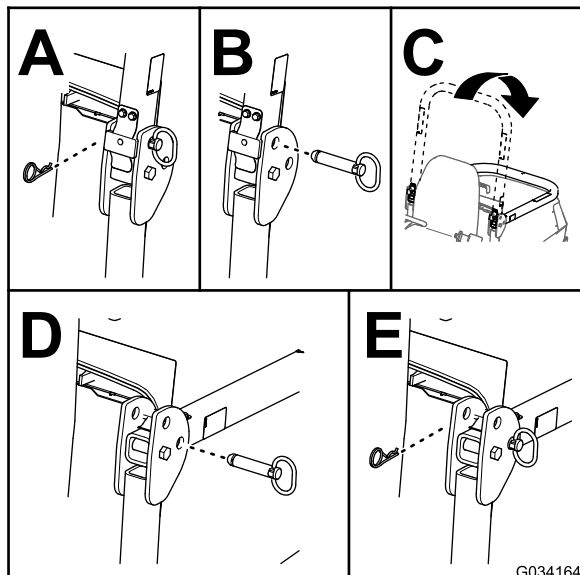

図 22
2. 機体の左右で保護バーからコッターピンとピンを抜き取る(図22)。
3. ホッパーを倒して、ピンとコッターピンで固定する(図22)。